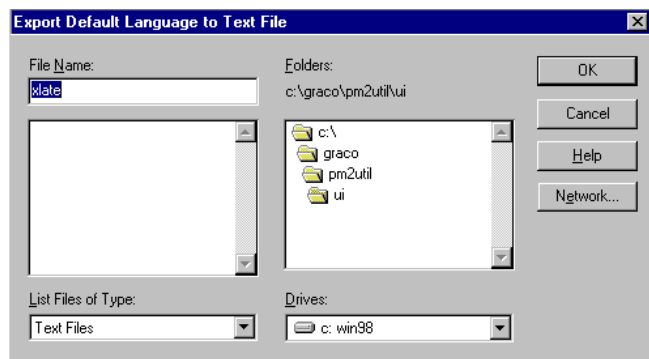

Fig. 13.53
- b. Taper le nom du fichier et appuyer sur le bouton OK afin de créer le fichier texte. Voir Fig. 13.53.